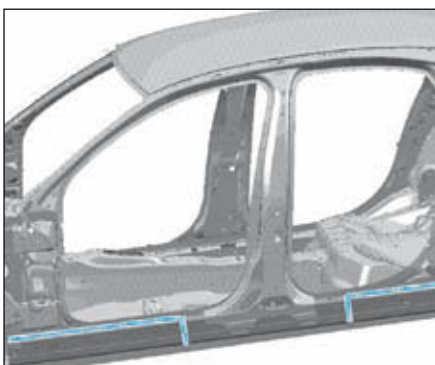
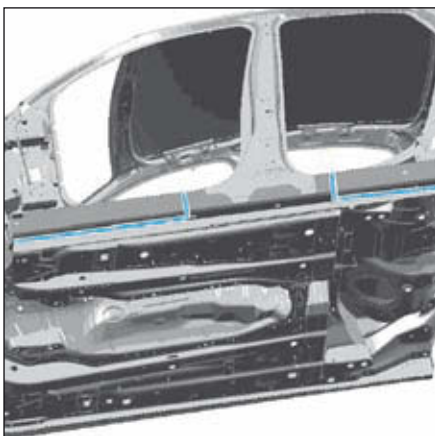

FIG.55
FIG.56
- Tracer puis couper comme illustré (Fig.55) et (Fig.56).